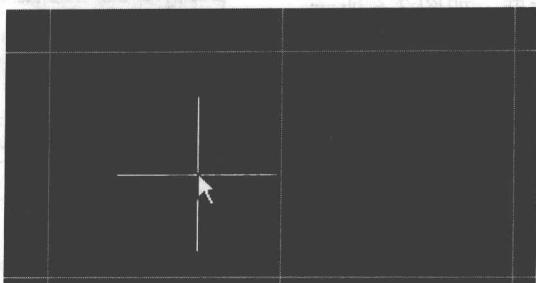

图 4-3 坐标指示放置
3. 执行命令后，进入放置坐标的状态后，光标将变成十字形状，将光标移动到合适的位置，单击鼠标左键确定放置，就可以放置一个坐标指示，结果如图 4-3 所示。